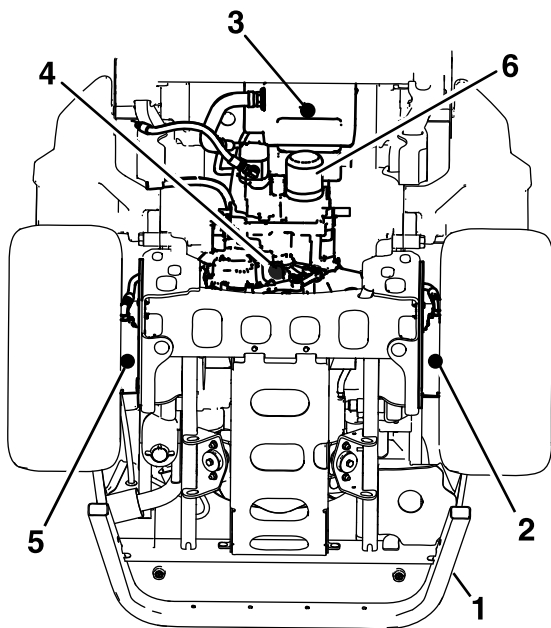

Figura 69
4. Coloque un recipiente de vaciado grande debajo del depósito de fluido hidráulico, el alojamiento de la transmisión y los motores de rueda izquierdo y derecho (Figura 69).
5. Retire los tapones de vaciado de cada zona y deje que se drene el fluido hidráulico (Figura 69).
6. Limpie la zona alrededor del filtro de fluido hidráulico y retire el filtro (Figura 69).